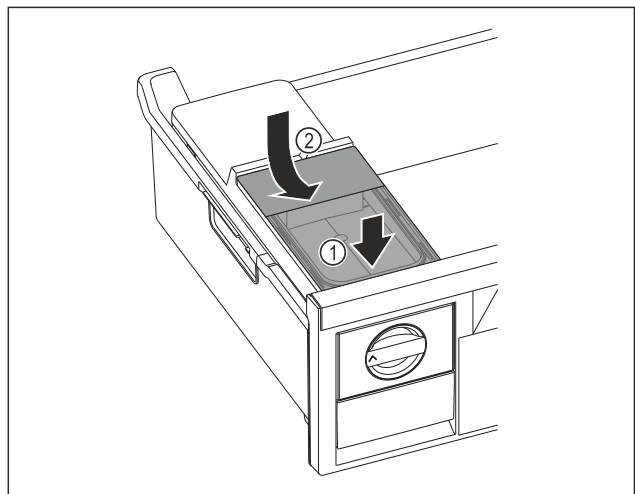

Fig. 72
- ▶ Поставете резервоара за вода отпред. Fig. 72 (1)
- ▶ Спуснете резервоара за вода отзад. Fig. 72 (2)